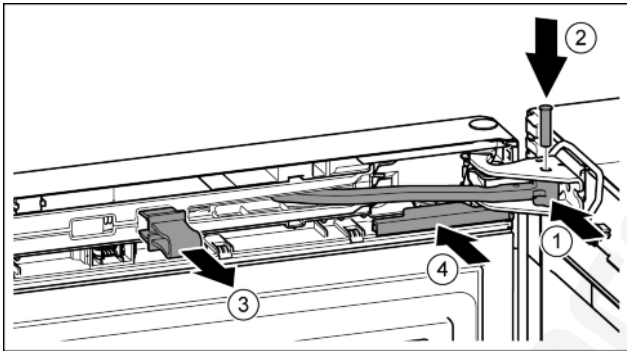

Fig. 24
- ▶ Forgassa a csapágybakba a csuklót. Fig. 24 (1)
- ▶ Helyezze be a csapágybakba és a csuklóba a csapszeget. Közben ügyeljen arra, hogy a bekattanó bütyök megfelelően illeszkedjen a horonyba. Fig. 24 (2)
- ▶ Vegye le a biztosítékot. Fig. 24 (3)
- ▶ Tolja fel a fedelet. Fig. 24 (4)